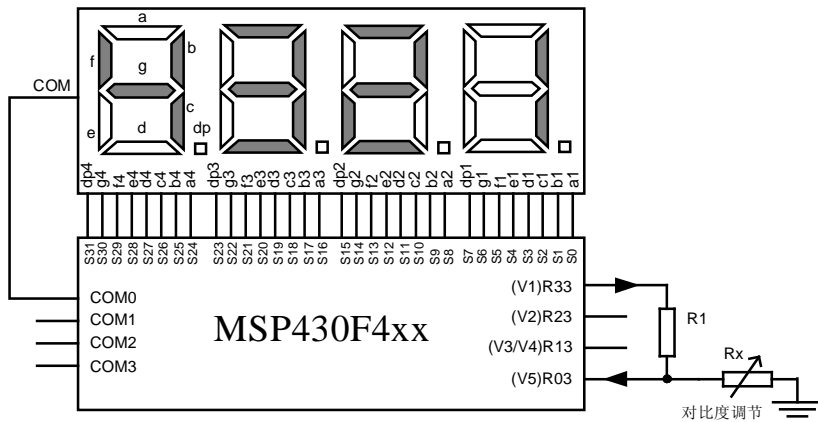

图 2.5.4 静态驱动方式 LCD 与单片机的连接
我们以图 2.5.4 的硬件连接为例，找出显存与笔画之间的对应关系。先画一个表格：
表格中每行代表一字节显示缓存，需要找到各比特分别控制的笔划段填入每一行。每行用 8 个小格表示一字节中 8 比特，高位在最左边。我们知道液晶板靠 COM 和 SP 之间的电压差来驱动的。在图 2.5.4 中只连了 COM0，其余悬空。因此每字节缓存中 COM1~3 所对应的比特位是无用的，共有 6 比特是无内容的，表格中用灰色格子表示。
**例 2.5.4:** 让图 2.5.4 中的静态 LCD 显示器第三位上显示数字“3”。